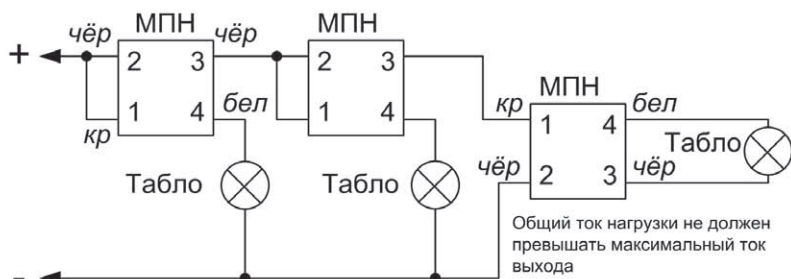

Рисунок 10. Схема подключения нескольких нормально-выключенных световых табло или сирен к одному выходу блока
3. Несколько исполнительных устройств подключаются параллельно к одному выходу блока согласно схеме на рис. 10.